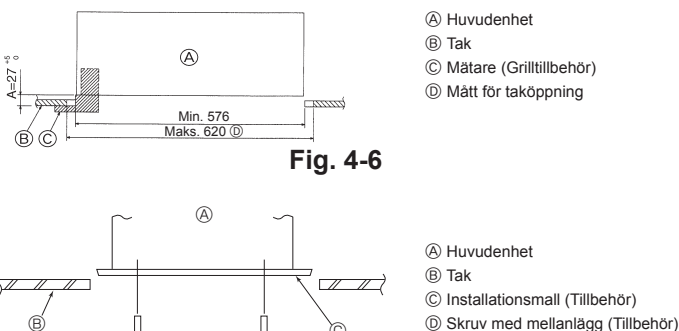

Fig. 4-6
3. Om huvudenheten inte kan riktas in mot monteringshålet på taket, kan det justeras med en skära som finns på monteringsfästet. (Fig. 4-6)